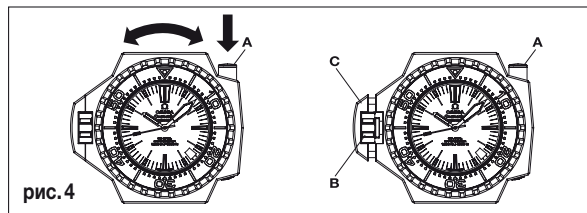

рис. 4
**Использование вращающегося безеля (рис. 4):** для вращения безеля нажмите и удерживайте кнопку (A).
**Использование заводной головки (рис. 4):** перед использованием заводной головки (B) ее необходимо отвинтить, при этом предохранитель заводной головки (C) сместится в сторону, не переворачиваясь. Для обеспечения водонепроницаемости после использования установите головку в положение 1, нажмите и закрутите.